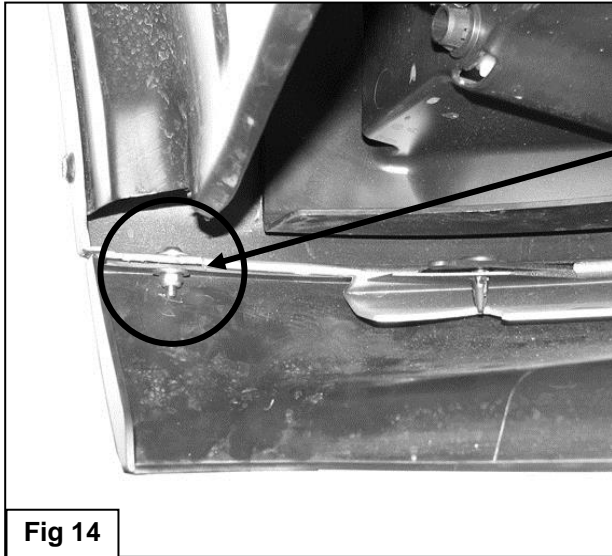

Fig 14
8. Remonter le pare-boue en utilisant les éléments de fixation d'origine. Utiliser les (2) boulons Allen de 5 mm x 15 mm, les (4) rondelles plates de 5 mm et les (2) écrous de blocage de 5 mm fournis aux extrémités du pare-boue si nécessaire (**Figure 14**).